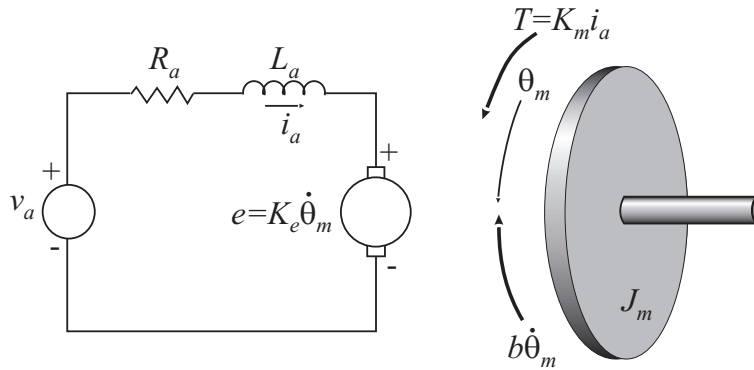

Figura 2: Esquema simplificado de um motor DC.
1) Considere o esquema simplificado de um motor DC de imã permanente (semelhante ao utilizado no laboratório) apresentado na figura 2, onde os símbolos indicados correspondem às seguintes grandezas físicas:
2) Considerando que o amplificador de potência e o taquímetro já estão incluídos (modelados) no circuito eléctrico e no modelo mecânico da figura 2, então o sistema constituído pelo amplificador de potência, motor e taquímetro é representado em boa aproximação por uma função de transferência de 1ª ordem da forma